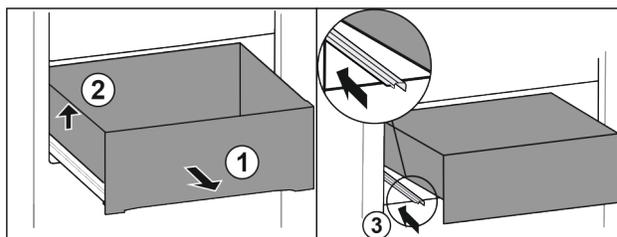

Fig. 72
- ▶ Tirer le tiroir jusqu'en butée. Fig. 72 (1)
- ▶ Soulever le tiroir sur la gauche. Fig. 72 (2)
- ▶ Rentrer le rail de gauche. Fig. 72 (3)